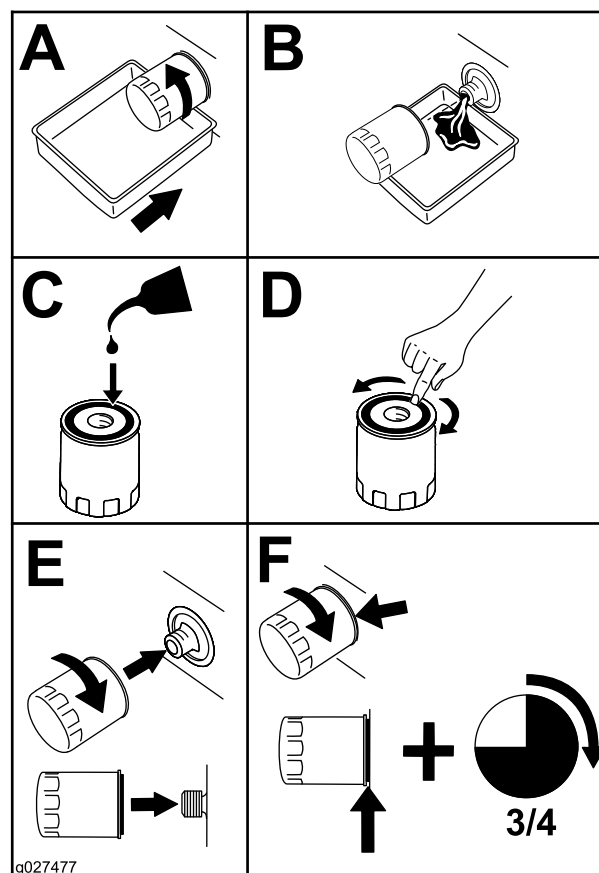

Figure 45
5. Remplacez le filtre à huile moteur (Figure 45).